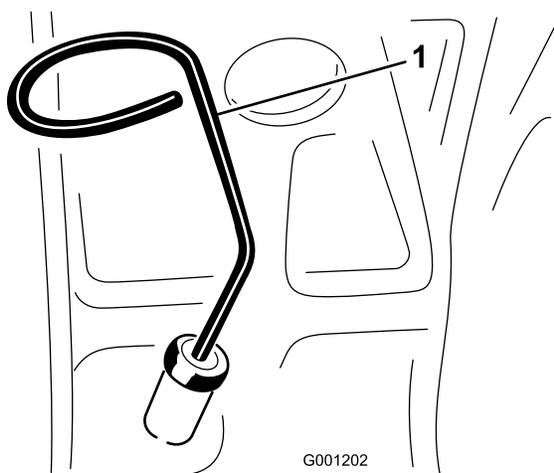

図 22
2. ディップスティック(図 22)を抜き取り、付いているオイルをウェスで拭きとってもう一度差し込む。引き抜いて油量を点検する。FULL位置まであればよい。